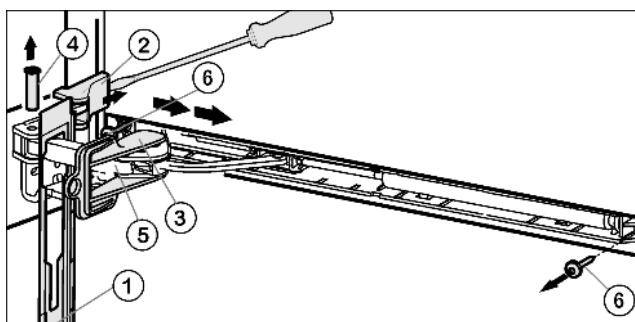

Fig. 5
- ▶ Сдвиньте накладку над амортизационной скобой Fig. 5 (5) в направлении устройства вперед.
- ▶ Зафиксируйте предохранитель Fig. 5 (3) в продольном пазе.
- ▶ Подденьте крышку Fig. 5 (2) отверткой с внешней стороны и снимите в направлении наружу.
- ▶ Выдавите палец Fig. 5 (4) снизу.
- ▶ Нажмите амортизационную скобу Fig. 5 (5) в направлении дверцы.
- ▶ Снимите накладку Fig. 5 (1).
- ▶ Открутите целиком амортизатор закрытия двери (2 шт. Torx® 15) Fig. 5 (6).